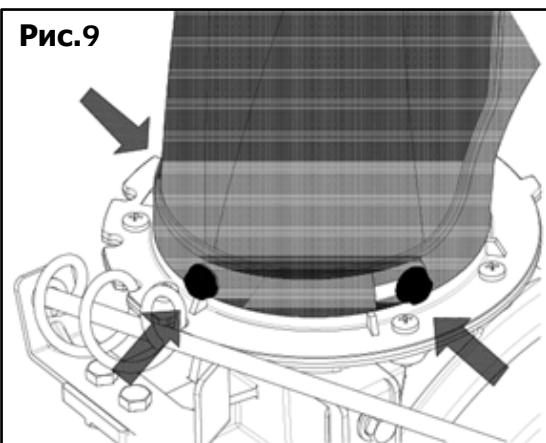

Рис.9
- Поместите желоб на седло желоба, закрепите его болтами с квадратным подголовком внутри и гайками снаружи (Рис. 9).